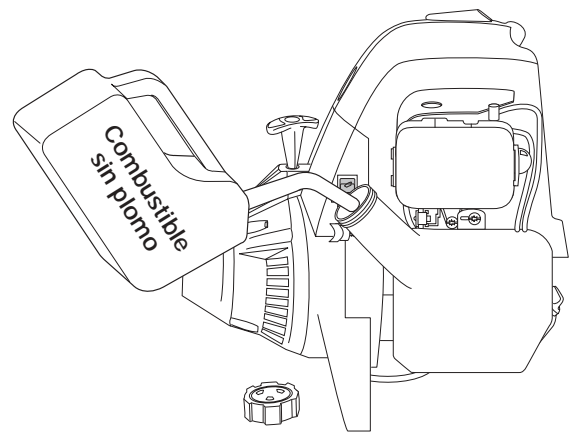

Figure 19
2. Coloque el pico del recipiente de gasolina en el orificio de llenado del tanque de gasolina (Fig. 19) y llene el tanque.